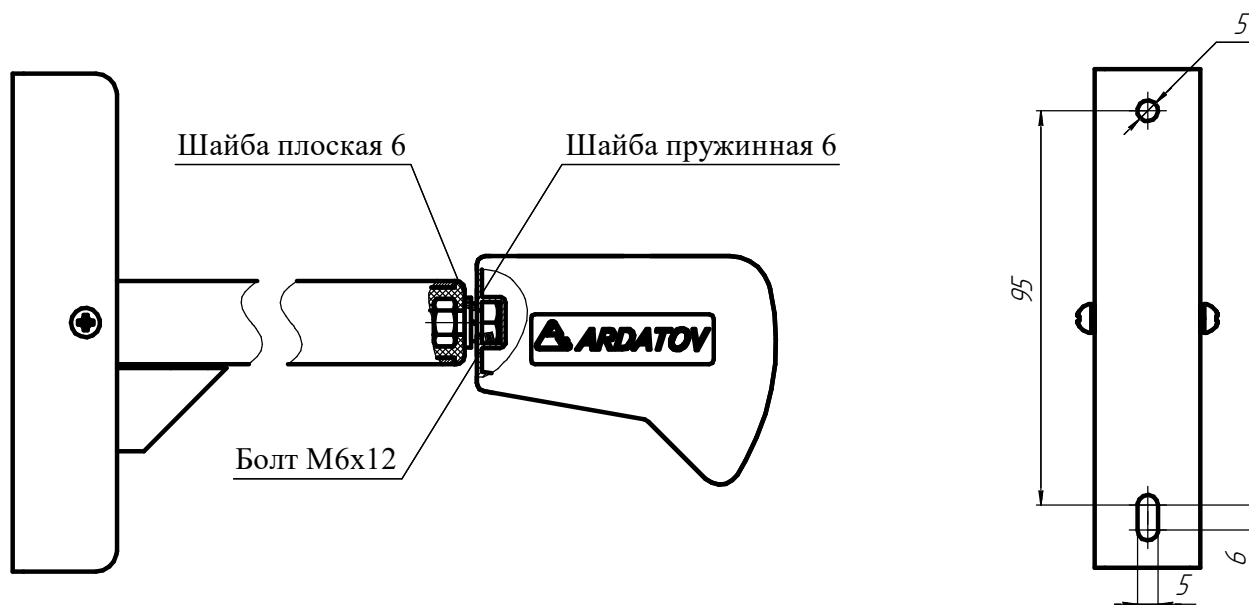

Рисунок 2 - Схема установки узла подвеса
5.3 Снимите крышки с корпуса светильника. Установите болты в пазы корпуса светильника (см. рис.2).
5.4 Установите узлы подвеса светильника перпендикулярно корпусу как показано на рисунке 1 путем вкручивания в болты, установленные в корпус светильника. Перпендикулярное положение обеспечить путем переустановки болта в пазу корпуса светильника и установкой компенсационных шайб (Шайба пружинная 6, Шайба плоская 6), входящих в комплект поставки. (см. рис. 2)
5.5 Закрепите светильник через отверстия в кронштейне узла подвеса (см. рис.2) на монтажную поверхность.